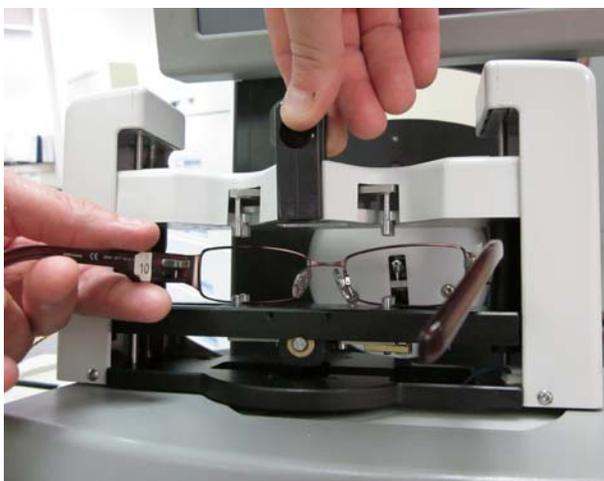

Figure 3.1a: Mise en place de la monture.
2. Tenez la monture par les branches, comme indiqué à la Figure 3.1a. Placez la galerie inférieure de la monture sur et entre les broches de maintien inférieures.